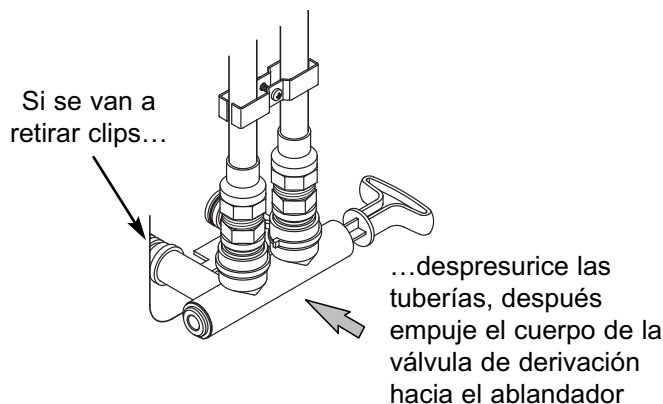

FIG. 14
7. Revise si hay fugas alrededor de los clips en la entrada y salida del ablandador. Si hay una fuga en un clip, despresurice las tuberías (apague el suministro de agua y abra los grifos) antes de retirar el clip. Al retirar clips en la entrada o salida del ablandador, empuje la válvula de derivación simple hacia el ablandador (vea la Fig. 14). Los clips podrían dañarse si no se retiran correctamente. No vuelva a instalar los clips que se hayan dañado.